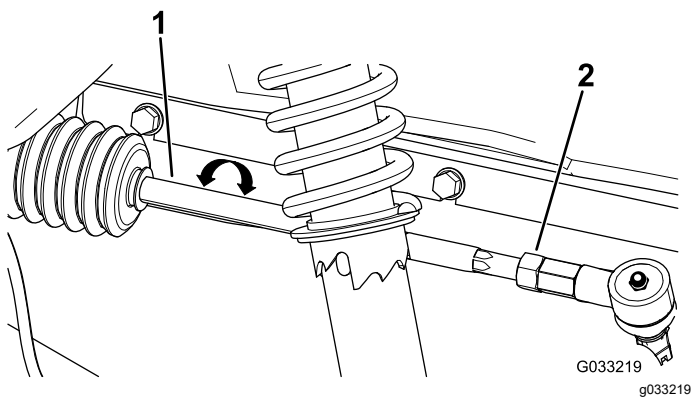

Bild 55
2. Wenn der Wert nicht zwischen 0-6 mm liegt, lösen Sie die Klemmutter am äußeren Ende der Spurstangen (Bild 55).